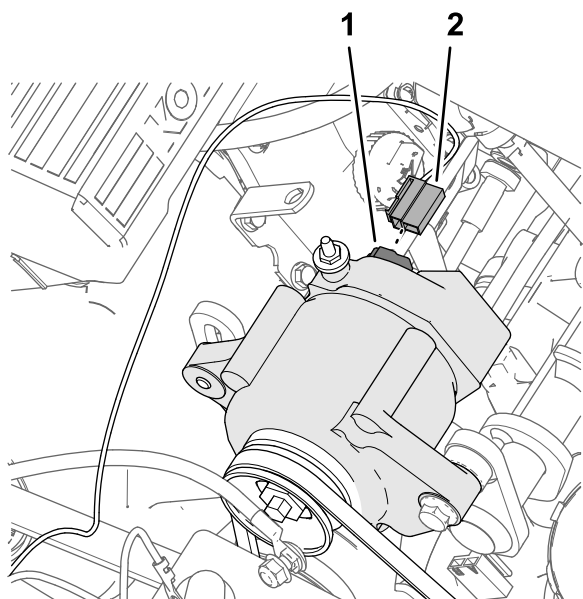

Figura 225
1. Conecte el conector de 2 vías del extremo del cable rosa de 57 cm (23½") del arnés de fumigación del kit (Figura 225) en el conector de 2 pines del alternador (50 A).